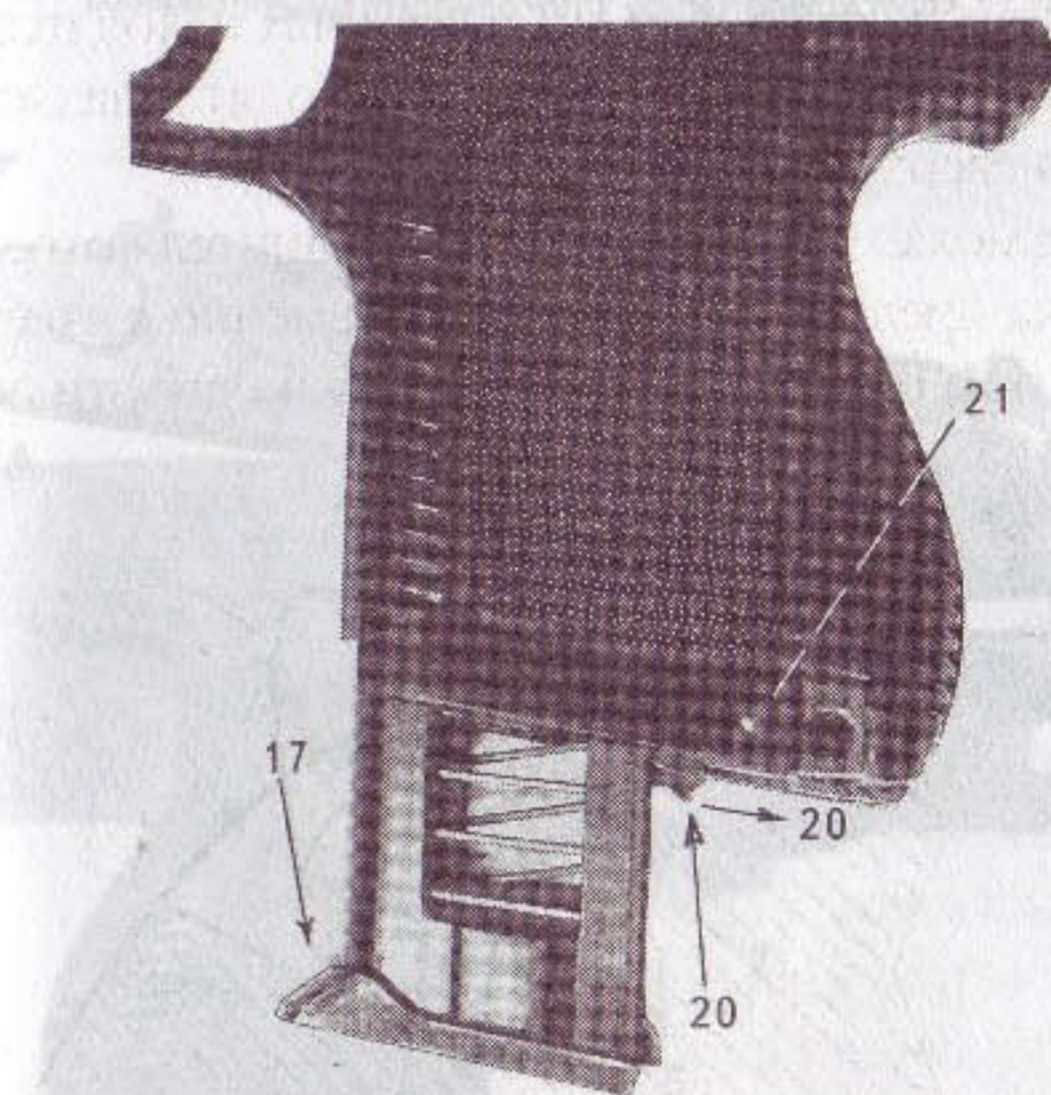

Рис. 352. Разборка пистолета:
Порядок неполной разборки представлен на рис. 352–357.
При необходимости произвести более глубокую чистку оружия и для замены старой смазки необходимо снять рукоятку с основания. Для этого утапливают защелку магазина (20) вертикально в глубь рукоятки (см. рис. 352) и острым концом протирки выдавливают стопор рукоятки (21), после чего рукоятку (22) снимают вниз (рис. 358).